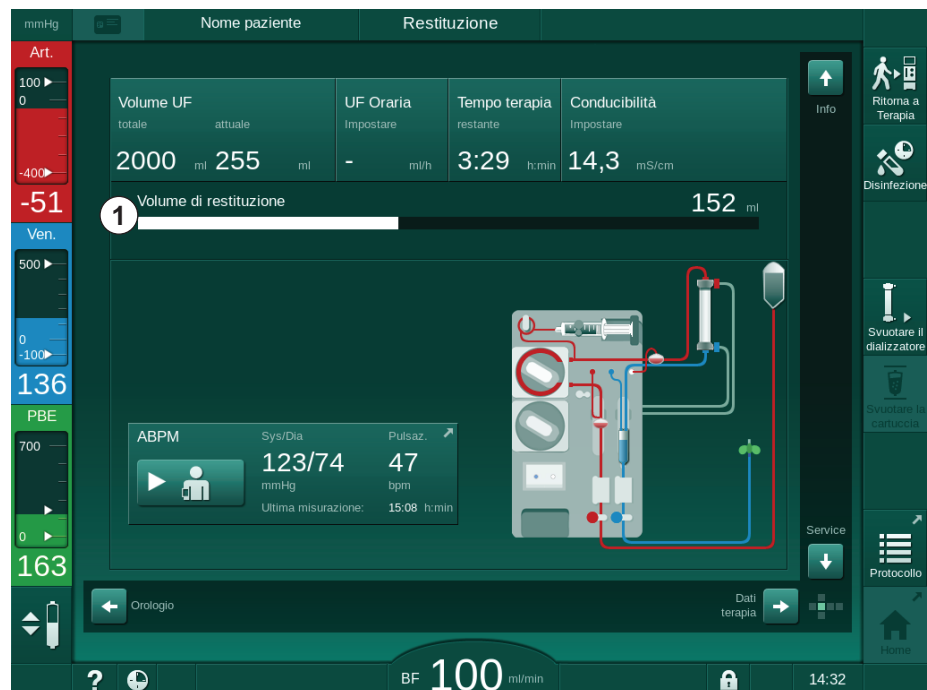

Fig. 6-20 Restituzione in corso
👉 Il volume di sangue restituito è visualizzato sullo schermo (Fig. 6-20, ①).